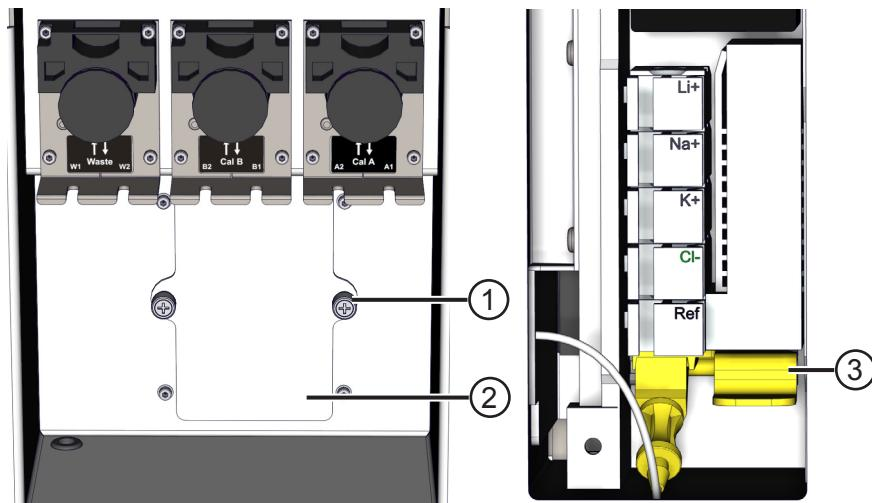

Ilustración 19 Conexión de los tubos
Una vez abierta la tapa frontal, se accede directamente al módulo ISE. Ver Ilustración 19.
2. Desenrosque con la mano los dos tornillos (1), y retire la tapa (2) para acceder al compartimento para la colocación de los electrodos.
5. Para insertar el electrodo de referencia, presione hacia abajo la pestaña de color amarillo (3) y insértelo hasta el final, luego suelte la pestaña.
6. Inserte el resto de electrodos según las posiciones indicadas en la Ilustración 19. Asegúrese que tienen el anillo sellador (O-ring) colocado correctamente. Seque con cuidado los restos de líquido.